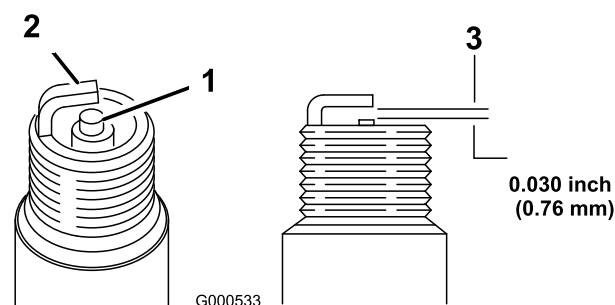

図 49
1. 中央の電極部 (図 49) を観察する。
2. すきまゲージでエア・ギャップの点検を行い、隙間の大きさが適切でなければ側面の電極を注意深く曲げて調整する (図 49)。